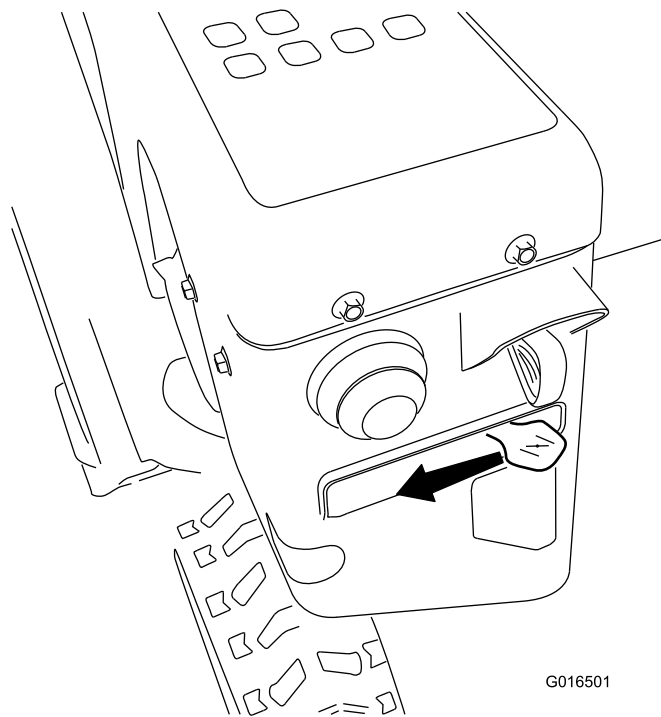

Рисунок 24
5. Переведите заслонку в положение СНОКЕ (Заслонка) (Рисунок 24).